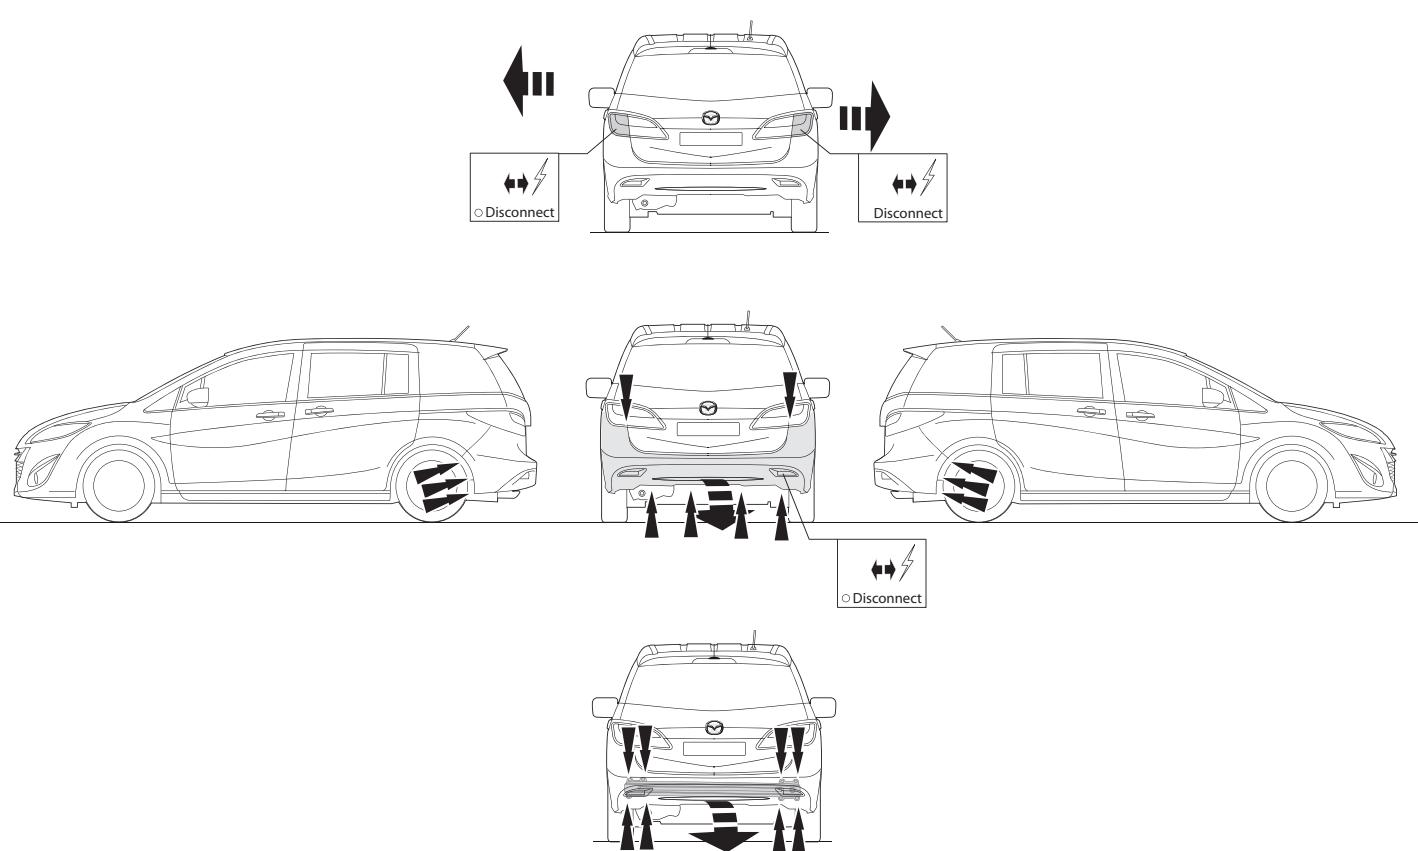

Fig.1
1. Снять бампер вместе со стальным буферным бруском автомобиля буферный брус больше не понадобится. Посадить гайки на место. См. рисунок 1.